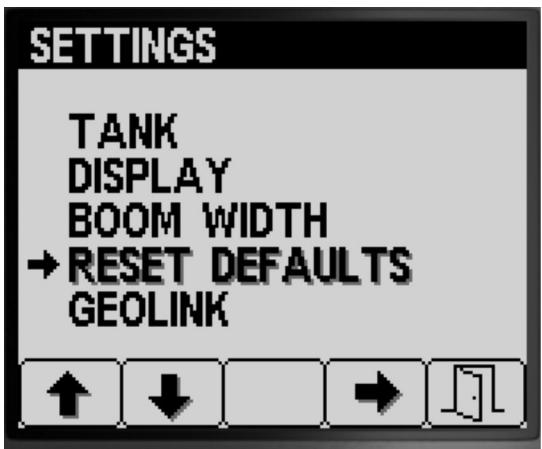

図 34
- 設定画面からボタン2を何度か押してRESET DEFAULTSを選択する図34。
2. ボタン 4 で RESET DEFAULTS を確定図 34。